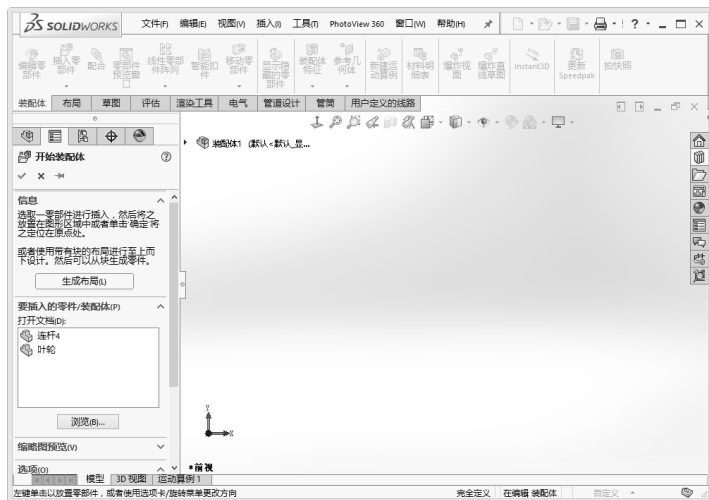

图 5-2 装配体制作界面
2) 在“新建 SOLIDWORKS 文件”对话框中内选择“装配体”图标，单击“确定”按钮后即进入装配体制作界面，如图 5-2 所示。